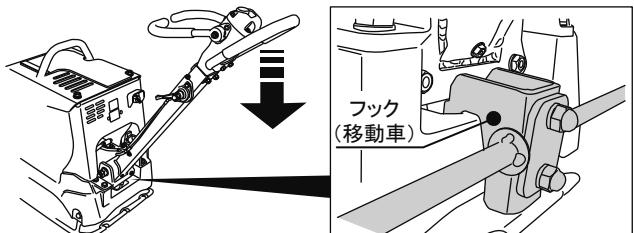

図 22
- 1 ハンドルを作業状態(倒した状態)にし、ハンドルを下に押し込みながら、ベースの溝に移動車のフックを装着してください。(図22)